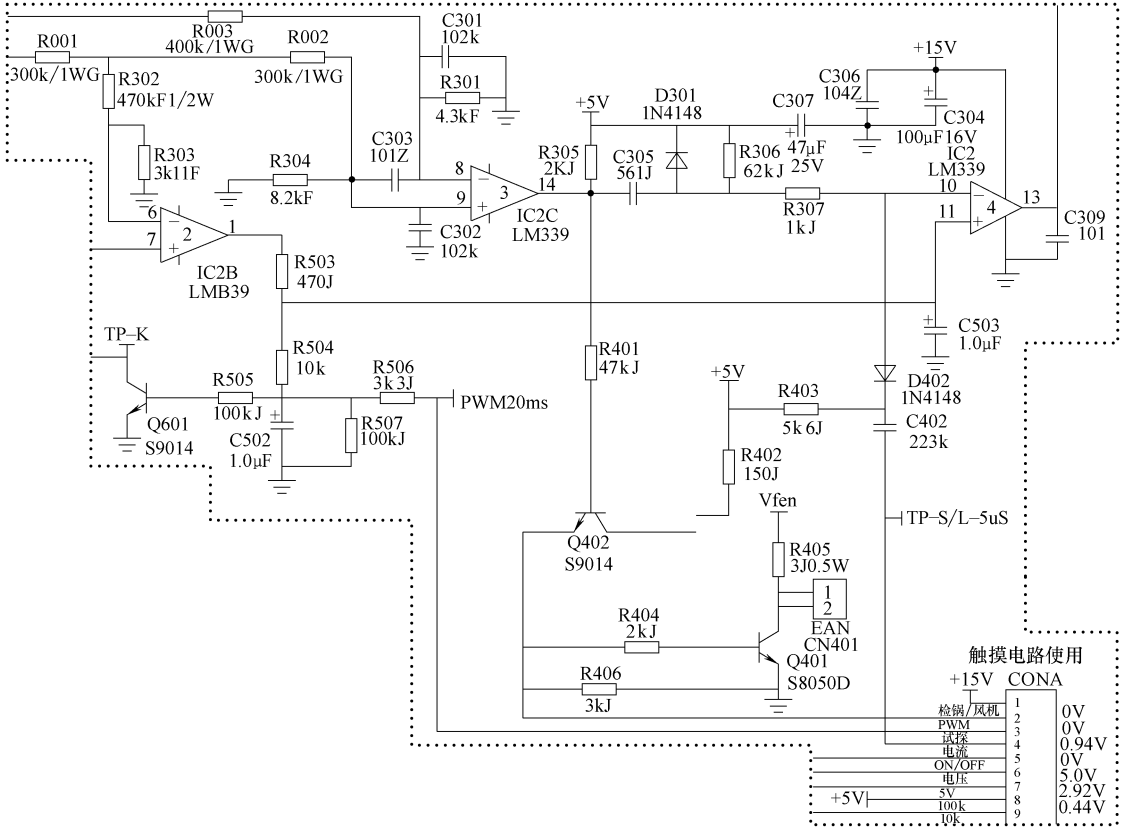

图 4-46 海尔品牌 CH2004 型电磁炉同步反馈电路截图
**维修笔记** 该机由 R401、R402、Q402、R406 等组成同步反馈电路（见图 4-46），